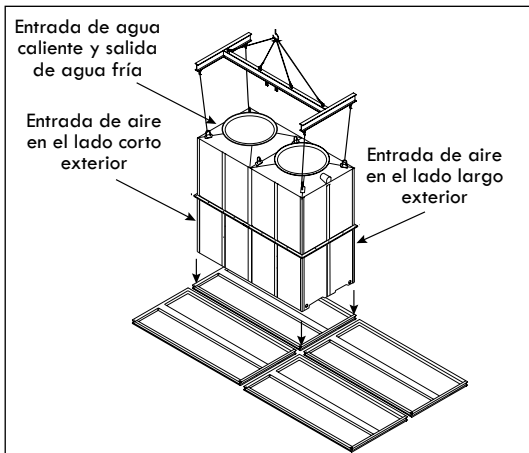

Figura A-75: Orientación -X, Levantamiento e instalación del primer módulo T2 (RTM o RTPM)
- B. Asegúrese de que la entrada y la salida de agua están orientadas hacia el exterior, y los lados sin entradas de aire (louvers) están orientados hacia el interior. Atornille con la tornillería de acero inoxidable (suministrados por otros) como se muestra en la Figura A-75.